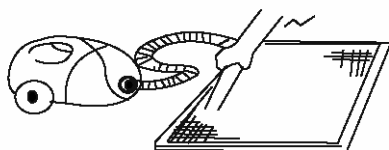

Figura 1
- Si utiliza una aspiradora, el lado de la entrada de aire debe mirar hacia arriba. (Véase la figura 1)